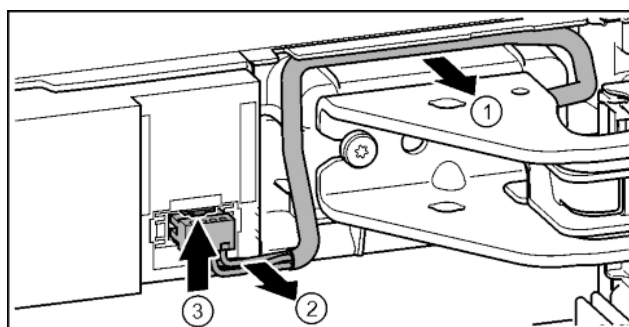

Fig. 21
► Ostrożnie wyjąć kabel znajdujący się nad płytką zawiasu. Fig. 21 (1)
► Z kanału ostrożnie wyjąć przewód pleciony. Fig. 21 (2)
► Nakładkę wcisnąć w górę i ostrożnie wyjąć wtyczkę. Fig. 21 (3)